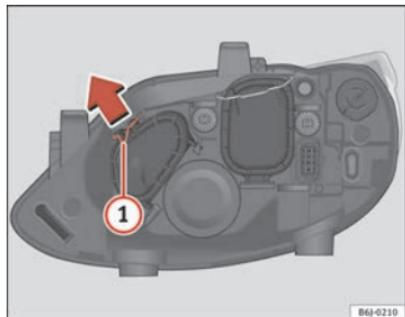

Abb. 134 Fernlicht
- Die Strebe (1) in Pfeilrichtung verschieben und den Deckel abnehmen ⇒ Abb. 134.